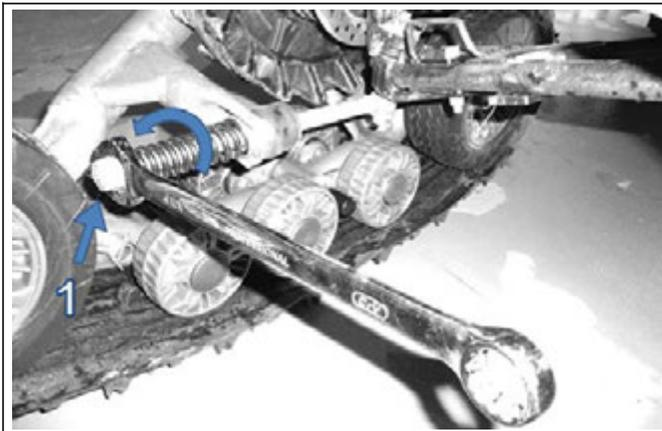
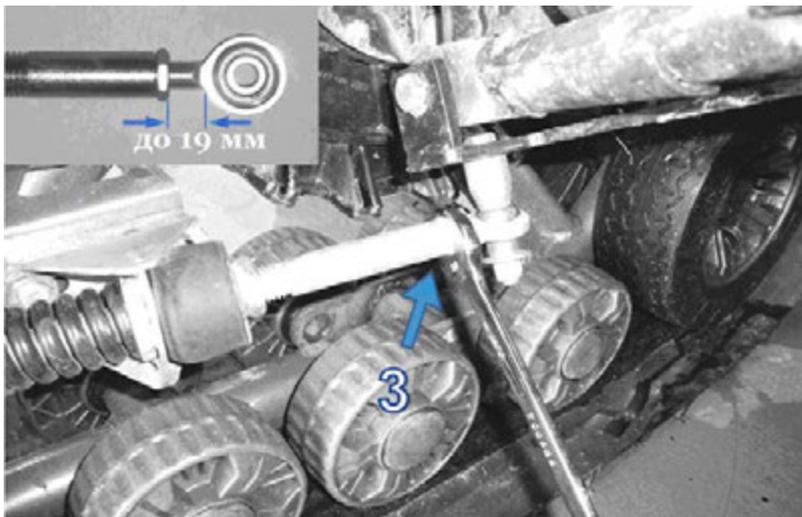

Рис. 6. Сжатие пружины
Рис. 7. Удлинение резьбы
- Повернуть гайку (поз.1) до вхождения в контакт с пружиной, после чего сжать пружину поворотом гайки на полтора оборота (как на рис. 6).
*НА ЗАМЕТКУ: В тех редких случаях, когда движение гайки (поз. 1 на Рис. 6), сжимающей пружину, происходит у самого конца резьбовой части выравнивающей штанги, можно удлинить резьбовую часть, ослабив зажимную гайку (см. Рис. 7) и согнав её на конец штанги, что позволит получить ещё до 19 мм резьбы. После завершения операции зажимную гайку нужно надёжно затянуть.*